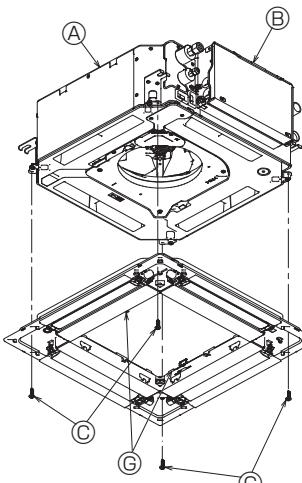

Fig. 5-7
- Das Gitter durch Festziehen der vier Schrauben sichern. (Fig. 5-7)